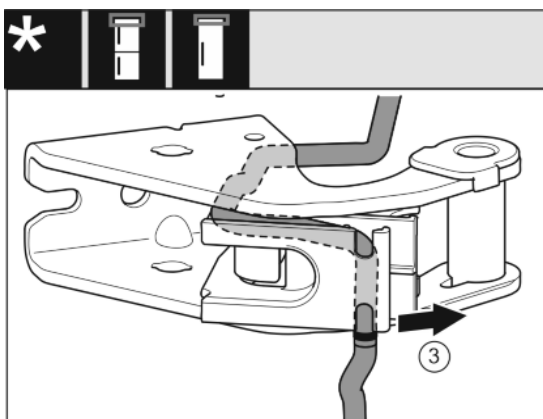

Fig. 22
- ▶ Kábel uvoľnite z vedenia. Fig. 22 (3)